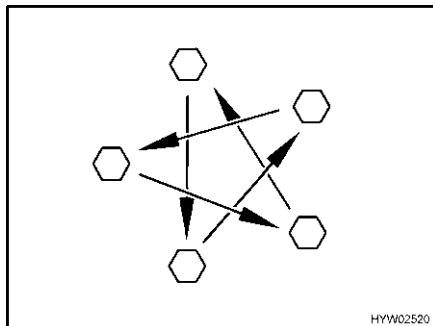

Fig. 278 Apretar las tuercas o los tornillos de las ruedas en forma de cruz
- Comprobar periódicamente que las tuercas o tornillos de las ruedas estén firmemente apretados. Reajustar en forma de cruz (Fig. 278) las tuercas o tornillos después de cambiar una rueda, al cabo de 50 km. Par de apriete, véase apartado 13.5.2.
- ▷ Apretar en forma de cruz las tuercas o los tornillos de las ruedas (Fig. 278).